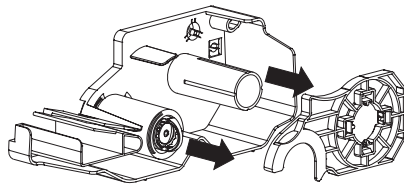

Fig.4
4) fig.4와 같이 픽업스풀어셈블리(Pick-Up Spool Assembly)와 페이퍼 가이드(Paper guide)를 카트리지에서로부터 빼낸다.